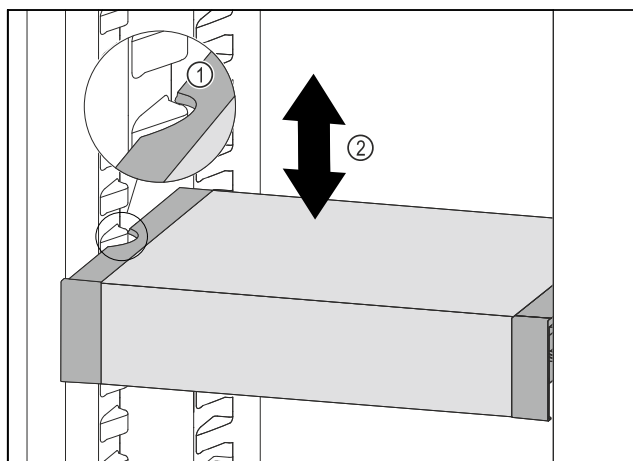

Fig. 92
- Tire del VarioSafe hacia delante hasta que los huecos laterales del VarioSafe se encuentren a la altura de la nervadura del recipiente en el compartimento del frigorífico. Fig. 92 (1)
- Mueva el VarioSafe hacia arriba o hacia abajo en el compartimento del frigorífico hasta alcanzar la altura deseada. Fig. 92 (2)